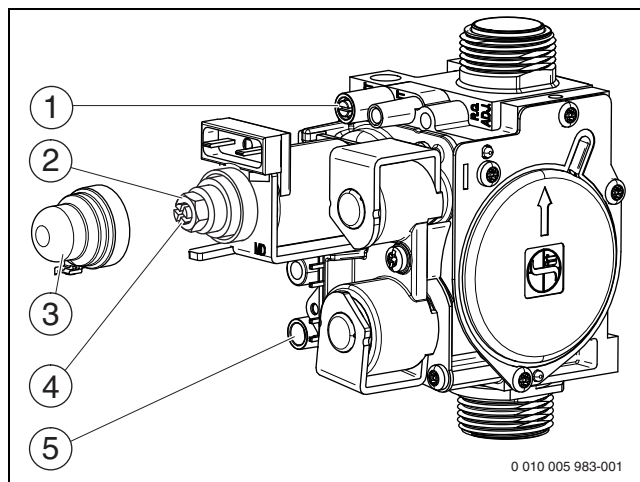

Рис. 26 Газовая арматура
- ▶ Отверните уплотнительный винт штуцера измерения давления на форсунках (рис. 26, [1]) и подсоедините U-образный манометр.
- ▶ Снимите крышку (рис. 26, [3]).
- ▶ Значение «max» давления (мбар) на форсунках приведено в таб. на стр. 44. Установите давление на форсунках регулировочным винтом максимального расхода газа (рис. 26, [2]). Поворот направо - больше газа, поворот налево - меньше газа.
- ▶ Значение «min» давления (мбар) на форсунках приведено в таб. на стр. 44. Установите давление на форсунках регулировочным винтом минимального расхода газа (рис. 26, [4]).
- ▶ Выключите котёл и закройте газовый кран, отсоедините U-образный манометр и заверните уплотнительный винт (рис. 26, [1]).
- ▶ Отверните уплотнительный винт на штуцере измерения подаваемого давления газа (рис. 26, [5]) и подсоедините манометр.
- ▶ Установите и опломбируйте крышку (рис. 26, [3]).
- ▶ Снимите заглушку с измерительного штуцера дымовых газов (→ рис. 26, [1]).